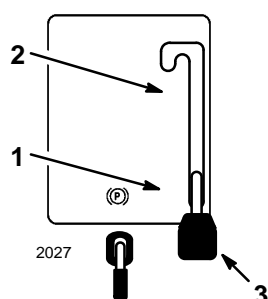

Abbildung 9
4. Den Mähwerkbetätigungshebel auf "AUSGEKUPPELT" stellen (Abb. 9).